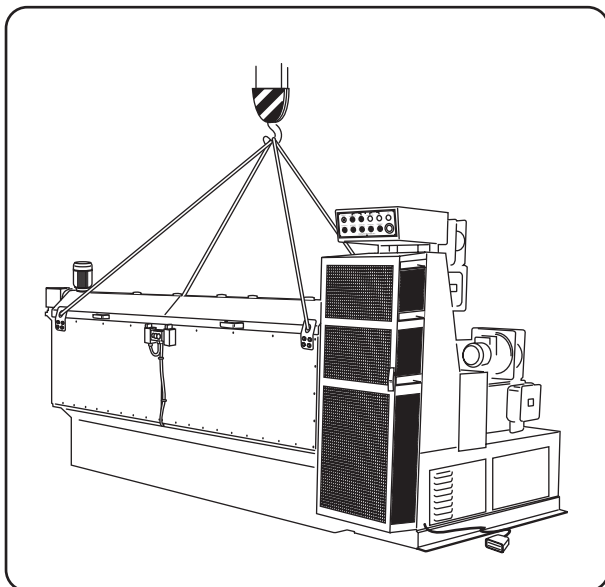
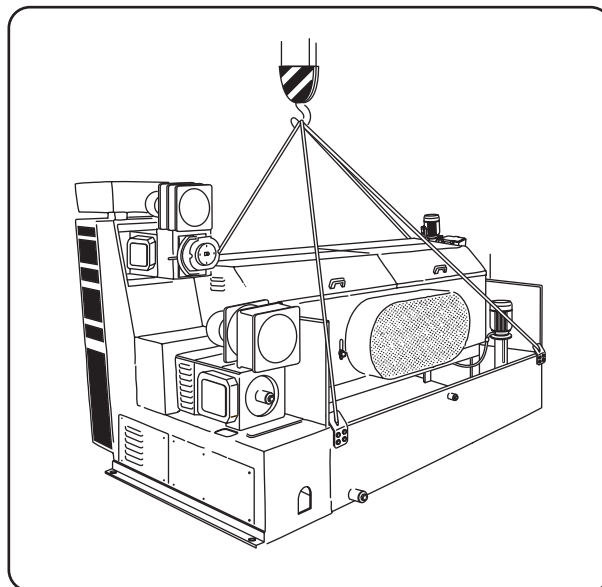

Fig. 2 *Movimentazione*
Fig. 3 *Movimentazione*
Fare riferimento alla **Fig. 2** e alla **Fig. 3**.
- 1) *Esempio 1: fare riferimento alla **Fig. 2**.*
- 3) *Esempio 3: il componente (**A - Fig. 3**).*